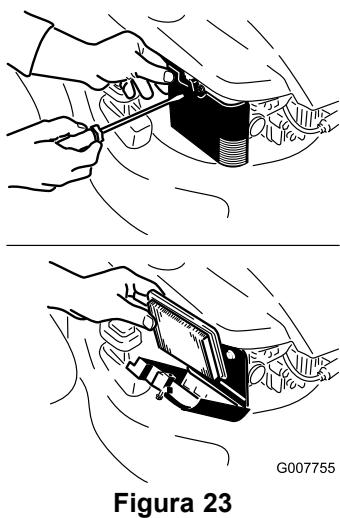

Figura 23
- Abra la tapa del filtro de aire y retire el filtro de aire usado (Figura 23).